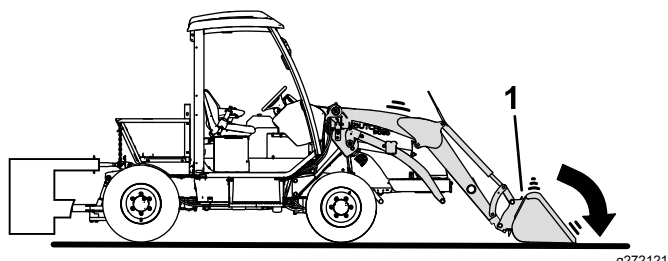

図 44
- バケットをわずかに前方に倒して各ローダアームのラッチに掛かっている力を抜いてから、ローダアタッチメントを地表面に降ろす 図 44。